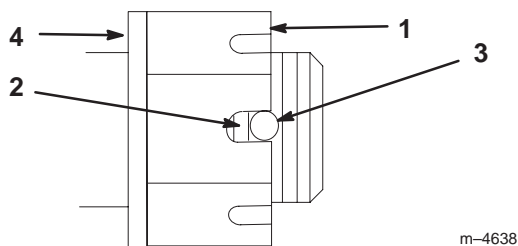

Figure 48
3. Serrez l'écrou crénelé à 169 Nm (Fig. 48).
4. Mesurez l'espace entre la base de la fente de l'écrou et le bord intérieur du trou. On ne doit pas voir plus de deux filets (Fig. 48).
5. Si plus de deux filets sont visibles, enlevez l'écrou et placez une rondelle entre le moyeu et l'écrou (Fig. 48).
6. Serrez le boulon crénelé à 169 Nm (Fig. 48).
7. Serrez l'écrou jusqu'à ce que le jeu de fentes suivant soit en face du trou de l'axe (Fig. 48).